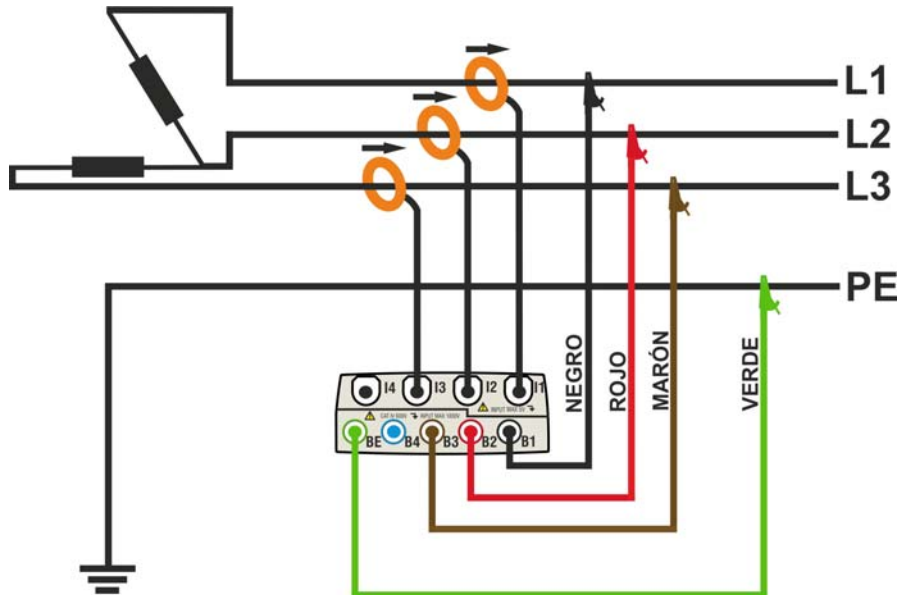

Fig. 126: Conexión del instrumento en un sistema Trifásico 3-hilos 3POD
2. Conecte los cables de medida de tensión sobre los conductores de L1, L2, L3 y N respetando los colores como muestra la Fig. 126. **Verifique en el visualizador la indicación “123” relativa al correcto sentido cíclico de las fases** (ver el § 5.2.1) y efectuar las oportunas correcciones hasta cumplir tal situación.
3. Conecte las pinzas de corriente sobre el conductor L1, L2, L3 como muestra en la Fig. 126 **respetando el sentido de la flecha** presente sobre la misma pinza que indica la dirección convencional de la corriente desde el generador a la carga. **Verifique siempre (selecionando preliminarmente el sistema 3-hilos), en la pantalla de la sección Visualización Medida, que las Potencias Activas P1, P2, P3 sean siempre positivas y que el factor de potencia Pf1, Pf2, Pf3 sea correspondiente a la carga, normalmente inductivo**, antes de activar un registro. En caso de valores negativos de las potencias activas gire la pinza 180° sobre el conductor interesado.